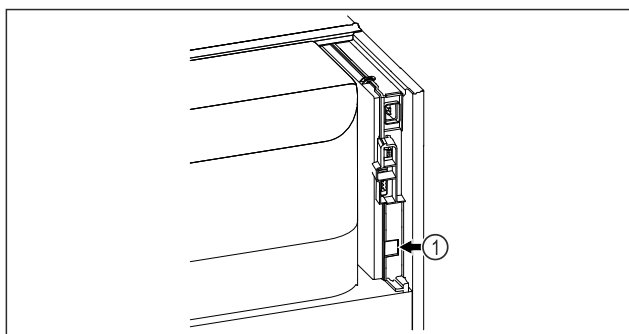

Fig. 85
- SmartModule Fig. 85 (1) är insatt.